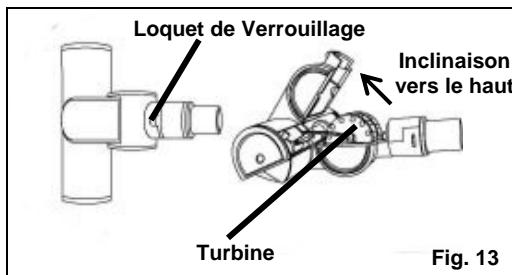

Fig. 13
1. Glissez le loquet vers l'avant et déplacez le dessus de la brosse vers le haut. Le dessus de la brosse possède une charnière et s'inclinera seulement de 45° environ. (Fig. 13)
Votre aspirateur contient un cordon d'alimentation qui peut se rétracter automatiquement. Pour allonger le cordon d'alimentation, tirez-le à l'arrière de l'aspirateur jusqu'à la longueur désirée ou jusqu'à la marque jaune sur le cordon. (Fig. 13) Ne tirez pas le cordon plus loin que la marque rouge. Lorsque vous avez terminé de passer l'aspirateur, mettez l'appareil en position d'arrêt et déconnectez la fiche de la prise électrique. Tenez la fiche du cordon et appuyez sur le bouton de retour du cordon. Si le cordon ne revient pas complètement, ressortez-le et appuyez de nouveau sur le bouton de retour du cordon.